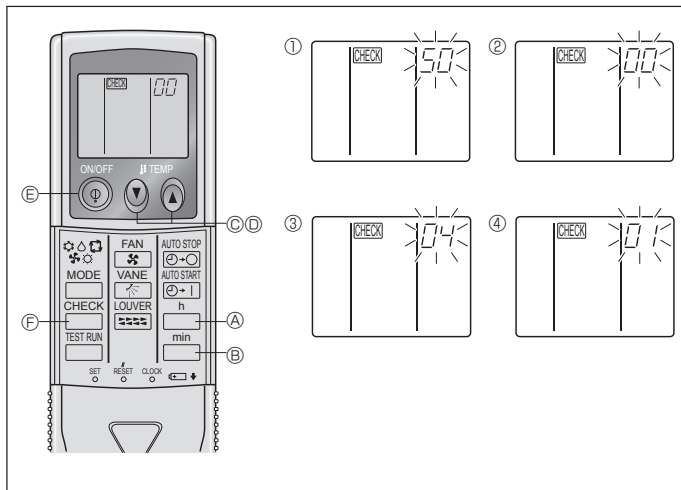

Fig. 6-10
2) W przypadku bezprzewodowego pilota zdalnego sterowania (Fig. 6-10)